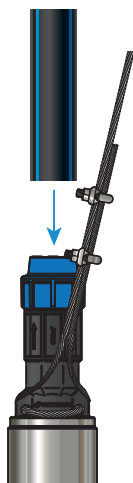

Рисунок 7
5. Присоедините к цанговому зажиму обратного клапана напорную трубу соответствующего диаметра (рисунок 7).